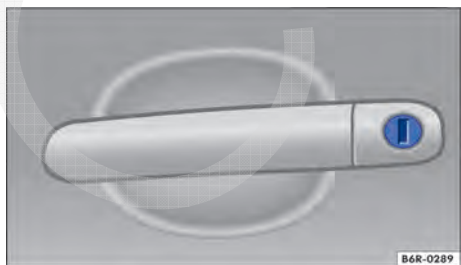

Fig. 153 Maçaneta da porta do condutor com cilindro da fechadura.
- Introduzir a haste da chave no cilindro da fechadura e destravar ou travar o veículo ⇒ Fig. 153.